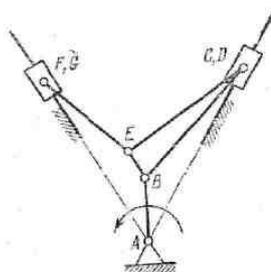

Рисунок 2.
1. Выполнить разложение механизма по группам Ассур и первичным механизмам (рисунок 2). Записать формулу строения механизма: